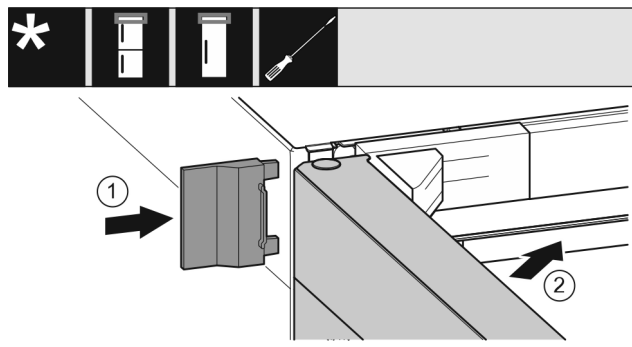

Fig. 23
- ▶ Împingeți apărătoarea exterioară. Fig. 23 (1)
- ▶ Închideți ușa superioară. Fig. 23 (2)